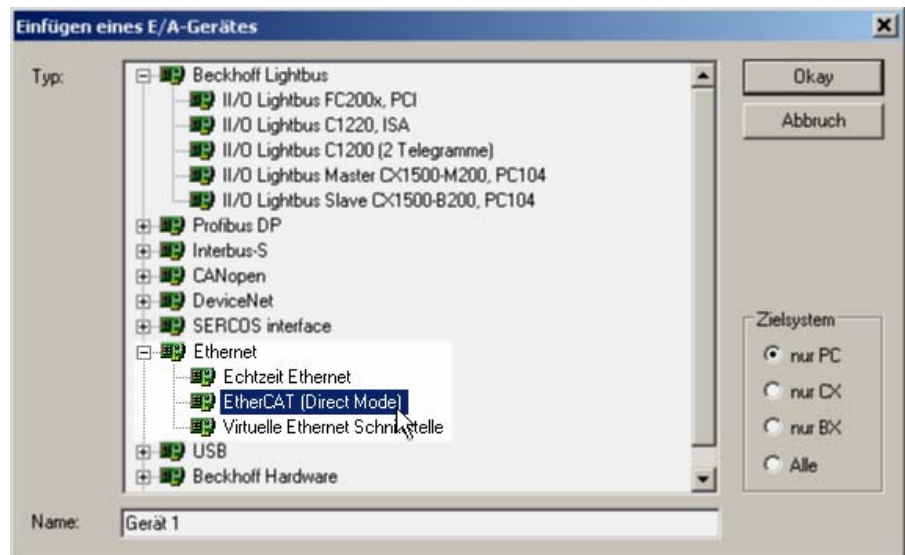

Abbildung 11-3 Einfügen eines EtherCAT-Gerätes
8. Wählen Sie im Dialog „Einfügen eines E/A-Gerätes“ die Auswahl „Ethernet“ und dort „EtherCAT (Direct Mode)“ aus (s. Abbildung 11-3).